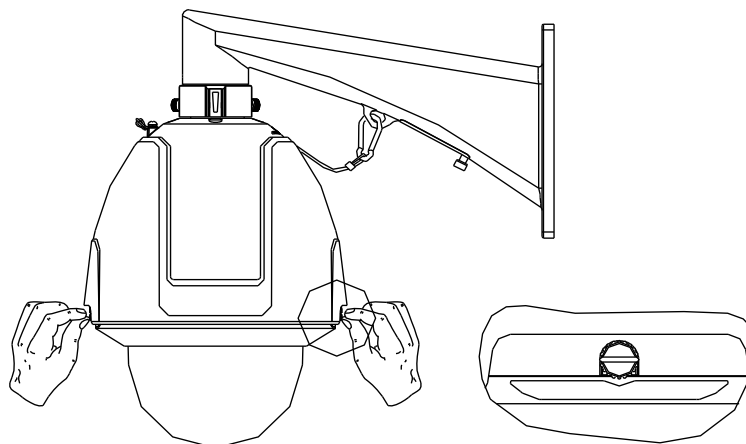

Abbildung 1.2.25 Anbringen der Kuppel
7. Fixieren Sie die Kuppel auf beiden Seiten mit den Schrauben (siehe Abbildung 1.2.25).